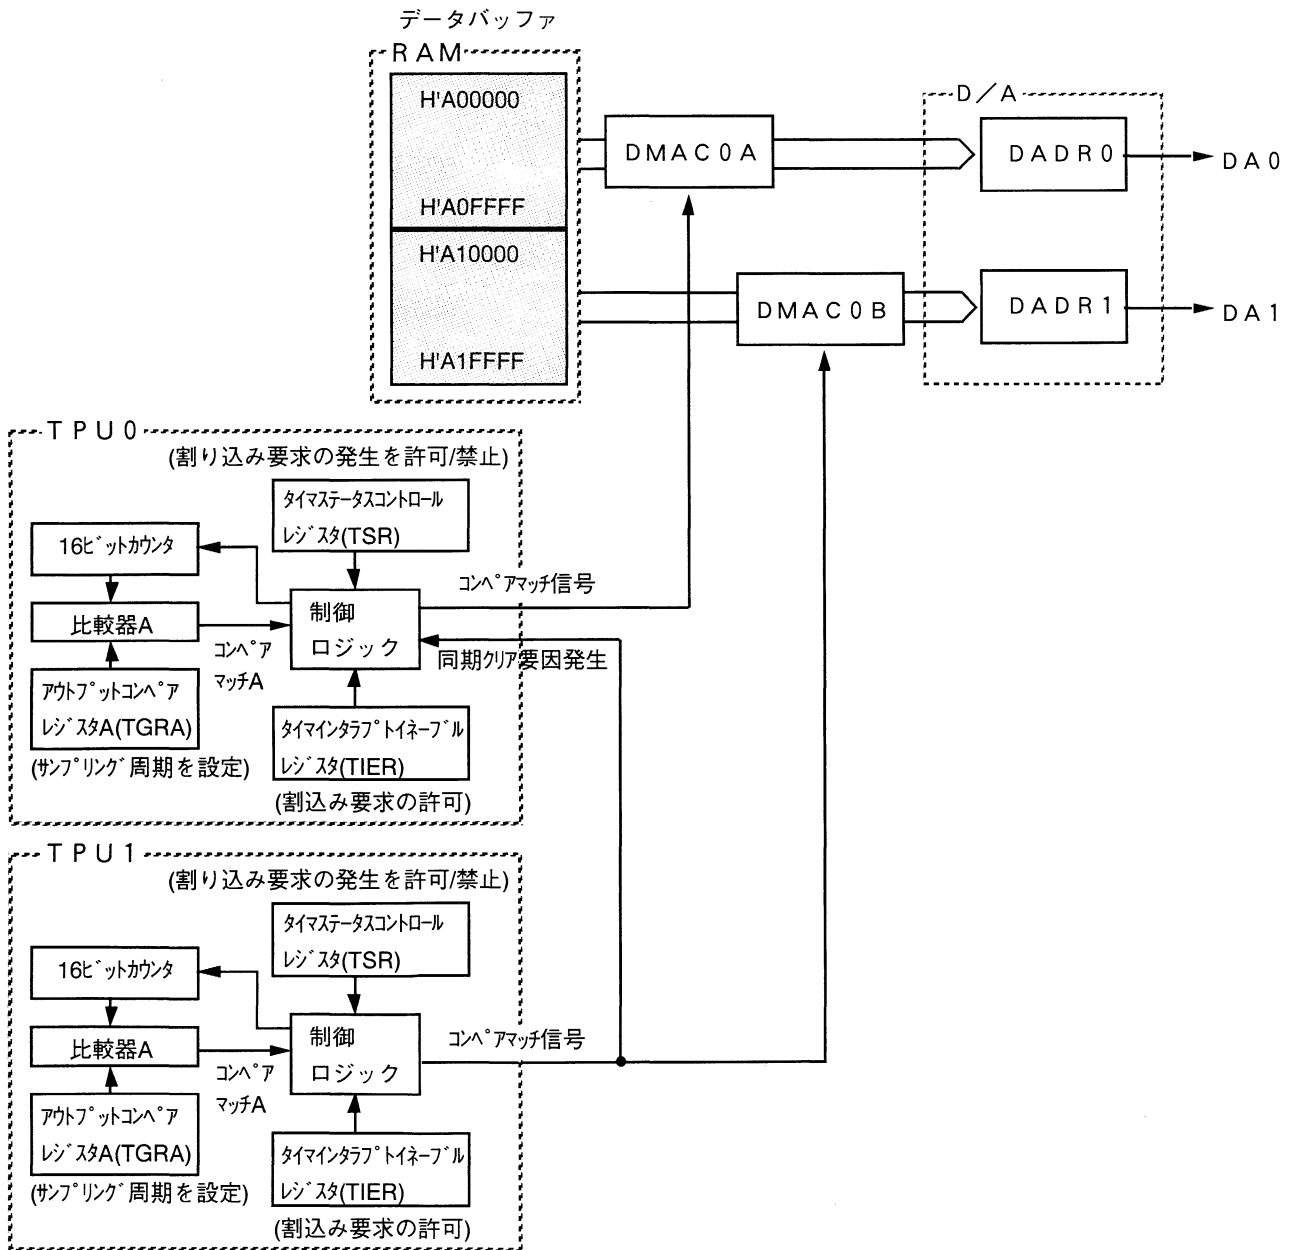

図2 アナログ出力回路ブロック図
(1) 図2に本タスクで使用するDMAC、D/A、TPUのブロック図を示します。本タスク例では、H8S/2655の機能を以下のように使用し、D/A変換を行います。